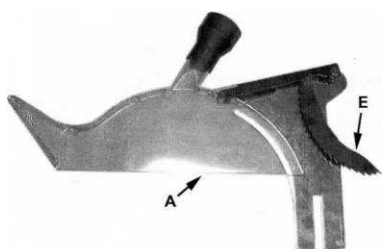

Рис. 7
Пояснения к рис. 7:
Полностью в собранном виде расклинивающий нож и защита A показаны на рис.7.
1. Удалите защитный кожух и собачки (С, Е, рис. 7).